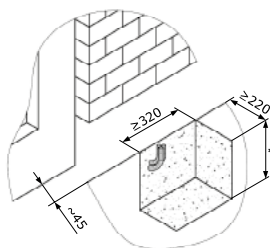

Рисунок 2.
- Подготовьте яму (рис. 2) под фундамент для привода. Расположение ямы относительно проема выберите в зависимости от конструкции ворот (например, при самонесущих воротах привод располагается так, чтобы шестерня находилась посередине между роликовыми опорами). Яму выполняйте на глубину, при которой не происходит промерзание грунта.
- залейте бетон в подготовленную яму (рис. 2).